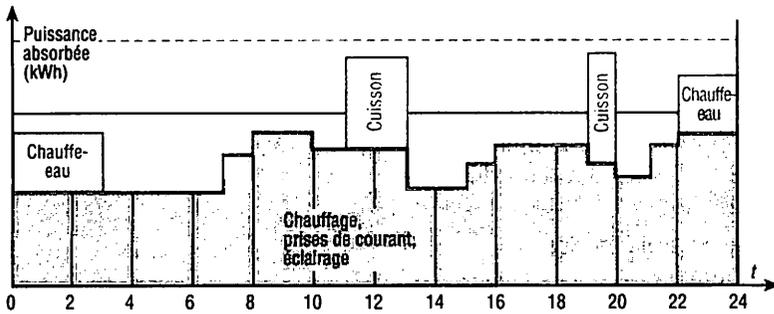

Fig. 8 : Puissance souscrite sans délestage.
4.1. Puissance souscrite (fig. 8 et 9)